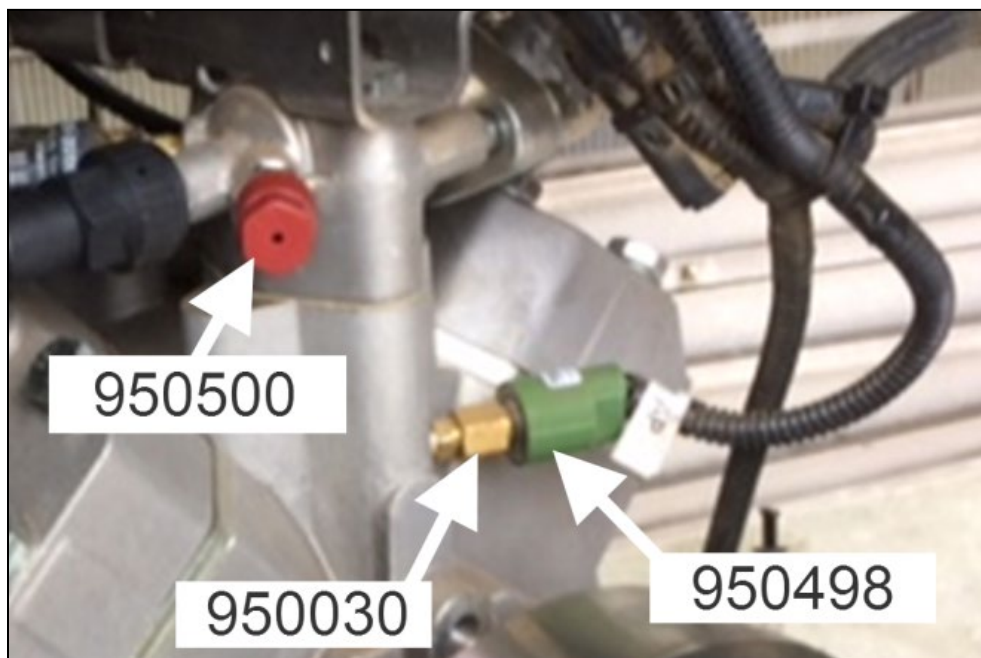

FIGURE 42
75. Installer toutes les pièces (3) montrées dans Figure 42 sur le nouveau compresseur.